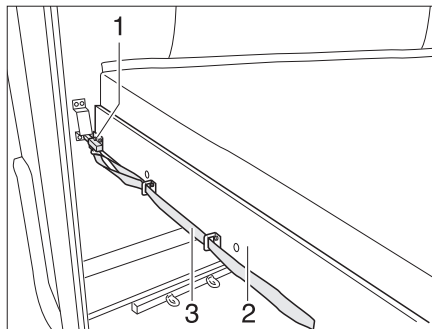

Fig. 176 Lit superposé (arrière)
- Tirer sur la boucle (Fig. 176,3) et désenclencher le verrou (Fig. 176,1).
- Tirer le sommier à lattes (Fig. 176,2) avec le matelas vers l'avant jusqu'à ce qu'il s'enclenche.